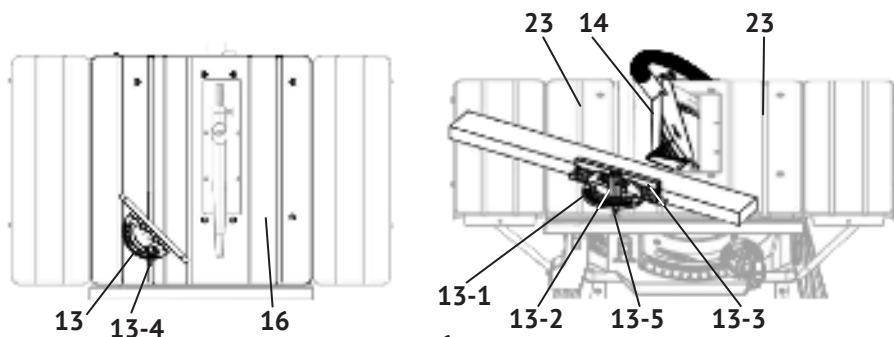

рис.6
4.1.5 Установка углового упора с транспортиром (см. рис.6):
- вдвинуть направляющий стержень (рис.6 поз.13-5) в нужный паз (рис.6 поз.23) рабочего стола (рис.6 поз.16);
- ослабить фиксирующий винт, повернув рукоятку (рис.6 поз.13-2) против часовой стрелки;
- повернуть корпус со шкалой (рис.6 поз.13-1) относительно стрелки (рис.6 поз.13-2) в нужную сторону на нужный угол, совместив стрелку с соответствующим делением шкалы;
- зафиксировать выбранное положение, закрутив рукоятку (рис.6 поз.13-2) по часовой стрелке.
- вставить направляющий стержень (рис.6 поз.13е) углового упора в паз (рис.6 поз.23) рабочего стола (рис.6 поз.16), как описано в п.4.1.5 (с учётом ширины заготовки и направлением угла реза);
- прижать ровный край заготовки к пластине углового упора (рис.6 поз.13с) и совместить линию реза с плоскостью пильного диска;
- ослабить крепление защитного кожуха (рис.6 поз.14) к расклинивающему ножу (рис.1 поз.20), он должен касаться нижней поверхностью верхней плоскости заготовки;